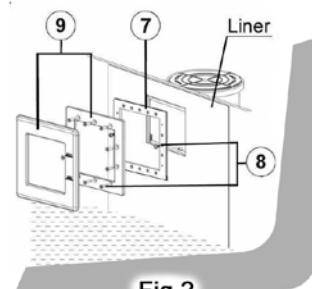

Fig.2
Voor dat u tot de installering van de Skimmer bij het zwembad overgaat, dient het zwembad zo te worden geplaatst dat de matrijs om de Skimmer aan te sluiten tegen de overheersende windrichting ingaat (zie fig. 2), zodat de wind mee help het vuil dat in het zwembad drijft naar de skimmeringang te voeren.
4.1.1. BEVESTIGING VAN HET TERUGVOERMONDSTUK VAN DE ZAKSKIMMER (Fig.2)
Breng de wrijvingsring en één van de naden (Fig. 2) aan in het terugvoermondstuk.
Breng de andere naad (Fig. 2) van buitenaf in het uitstekende en van Schroefdraad voorziene deel van het terugvoermondstuk in.
Schroef het terugvoermondstuk stevig tegen de romp van de zakskimmer aan met behulp van de sleutel (Nº 13 Fig. 2).